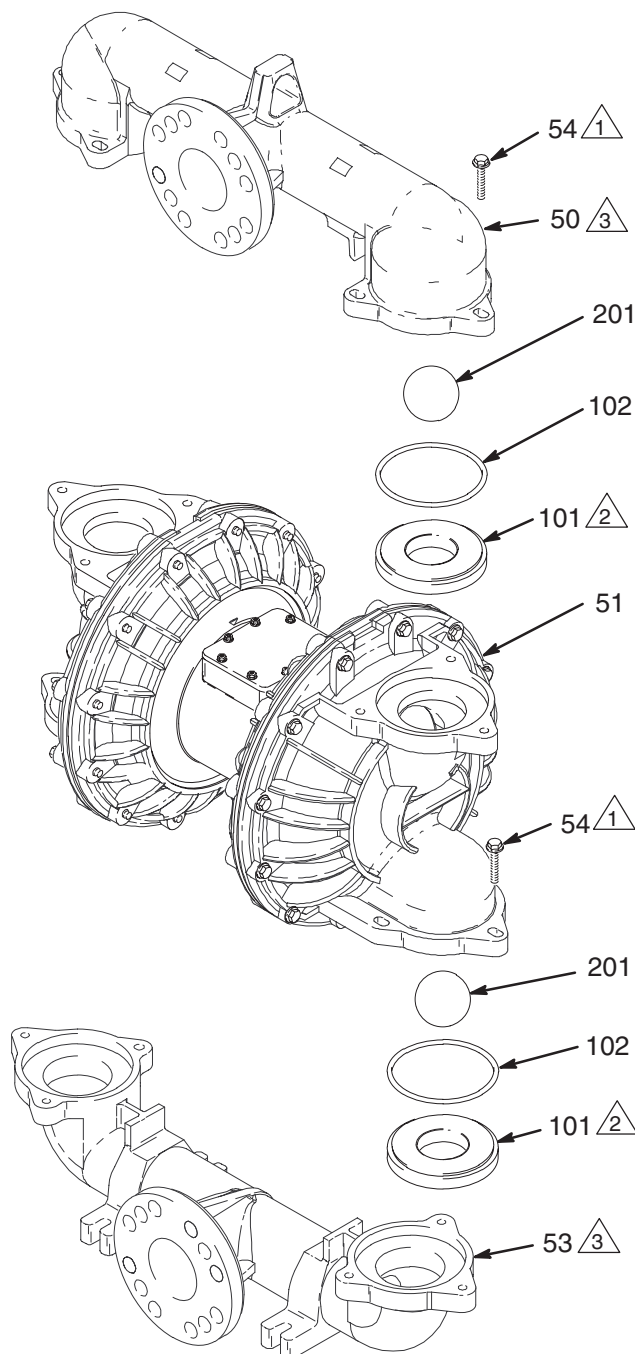

Fig. 7
### Démontage (Voir Fig. 7)
### Remontage (Voir Fig. 7)
2. Effectuer le remontage dans l'ordre inverse en suivant toutes les annotations de la Fig. 7. Veiller à ce que toutes les pièces soient remontées **exactement** comme illustré.
**REMARQUE:** Pour s'assurer de la bonne mise en place de chaque collecteur (50 et 53), vérifier visuellement s'ils sont bien centrés sur le capot produit (51) avant de serrer les vis (54).